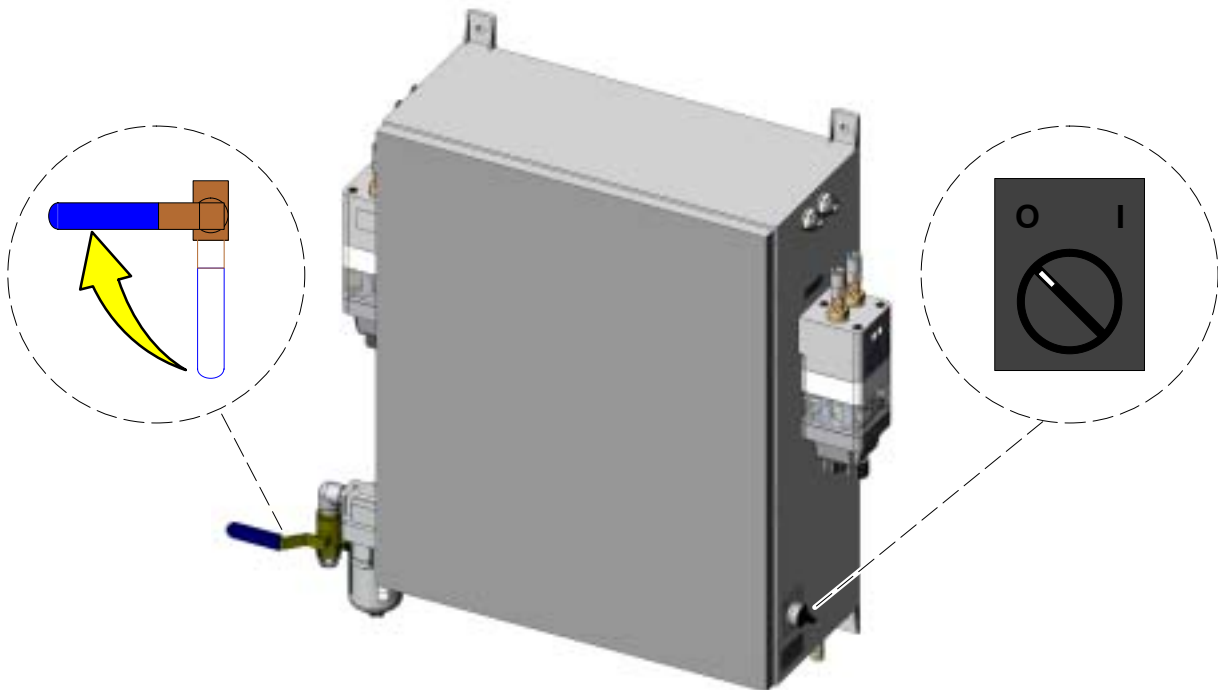

Abb. 1 Luftzufuhr und Spannung ausschalten
1. Siehe Abbildung 1. Luftzufuhrventil schließen und die Pistolen auslösen, um den Luftdruck zu entlasten.